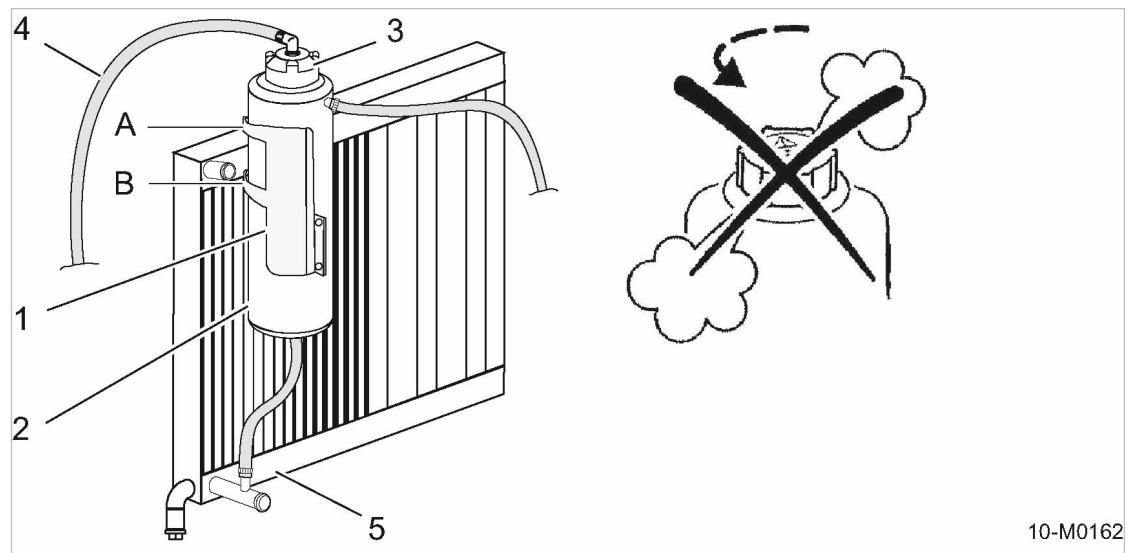

Fig. 20 Koelmiddelpeil controleren
- ① waterkoeler
- ② oliedichte stop
- ③ aftapschroef waterkoeler
1. Oliedichte stop ② losdraaien en verwijderen.
2. Sluitdop voor koelmiddel-buffervat losdraaien, zie ook afbeelding 20.
4. Aftapschroef ③ losdraaien en verwijderen.